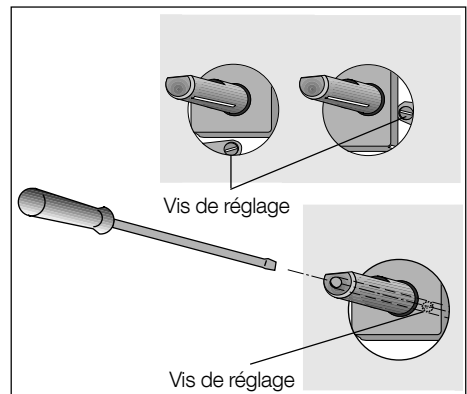

Fig. 3
- 4) Agissez sur la vis de réglage (Fig. 3) jusqu'à l'obtention d'une petite flamme régulière.
- 4) Vissez à fond la vis (Fig. 3), celle-ci étant déjà prévue pour assurer le débit minimum.